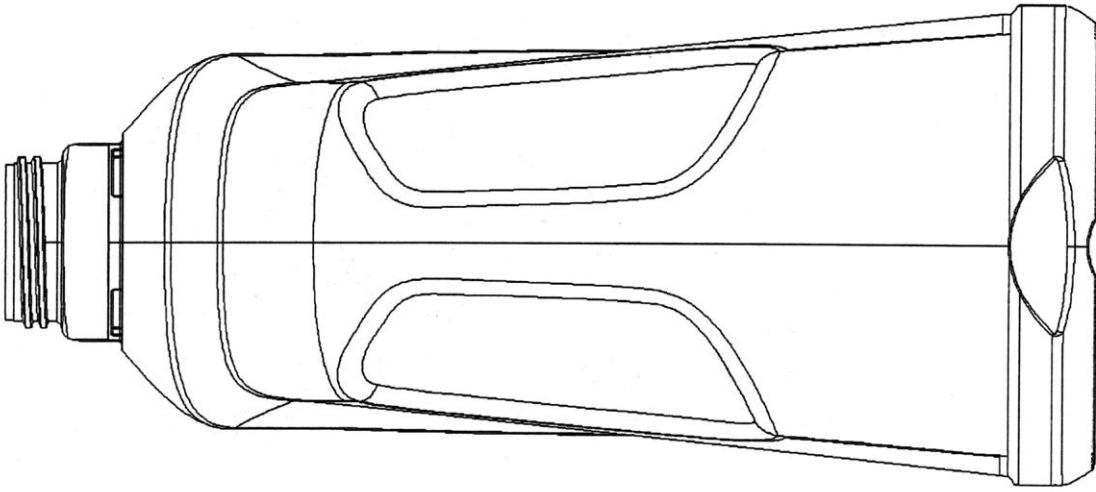

Fig. 10
- fig. 10 - odmianę 2 butelki w widoku z prawego boku,